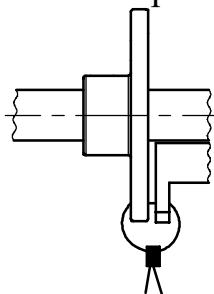

Рисунок 1 – Пример опломбировки затвора с редуктором DN 200(250)
5.7 Для фиксации рукоятки затвора в крайних положениях вставьте стопор 6 (Рисунок А.1) в рукоятку, при необходимости опломбируйте. Для опломбировки редуктора зафиксируйте положения руля относительно червячного механизма (рисунок 1).